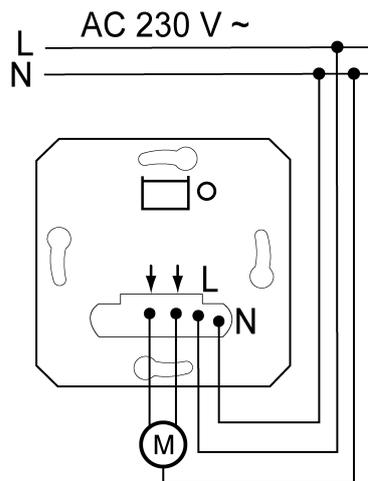
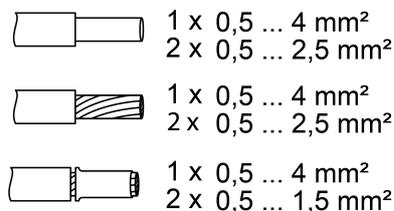

рисунок 2: Присоединение вставки
рисунок 3: Поперечное сечение кабеля для зажимных контактов
- Подключите вставку жалюзи согласно монтажной схеме (см. рисунок 2). При этом следует учитывать поперечные сечения кабелей, на которые могут устанавливаться зажимы (см. рисунок 3).